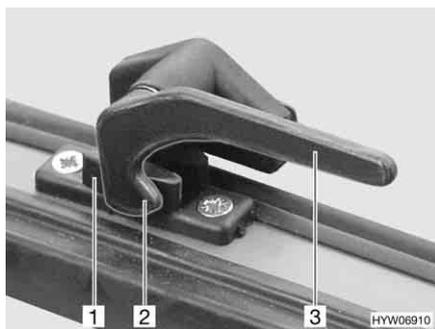
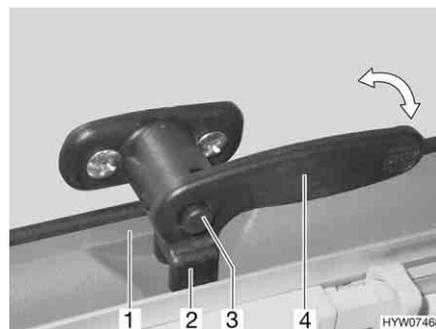

Bild 59 Verriegelungshebel ohne Sicherungsknopf in Stellung "geschlossen"
Bild 60 Verriegelungshebel mit Sicherungsknopf in Stellung "geschlossen"
- Ggf. Sicherungsknopf (Bild 60,3) drücken und gedrückt halten.
- Den Verriegelungshebel (Bild 59,3 oder Bild 60,4) eine viertel Umdrehung zum Fensterrahmen hin drehen. Die Verriegelungsnase (Bild 59,2) liegt auf der Innenseite der Fensterverriegelung (Bild 59,1) oder die Gabel (Bild 60,2) am Verriegelungshebel liegt komplett auf der Innenseite der Fensterverriegelung (Bild 60,1).
- in Stellung "fest verschlossen" (Bild 59 oder Bild 60)